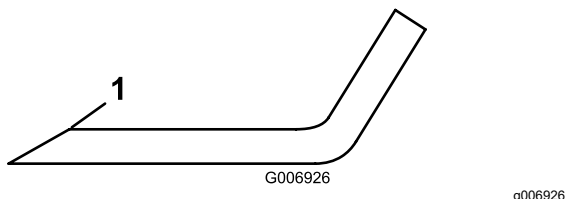

Bild 75
4. Untersuchen Sie die Schnittkanten aller Messer. Wenn sie stumpf sind oder Kerben aufweisen, schärfen Sie nur die Oberseite der Schnittkanten und behalten dabei den ursprünglichen Schnittwinkel bei, um die Schärfe zu gewährleisten (Bild 75).